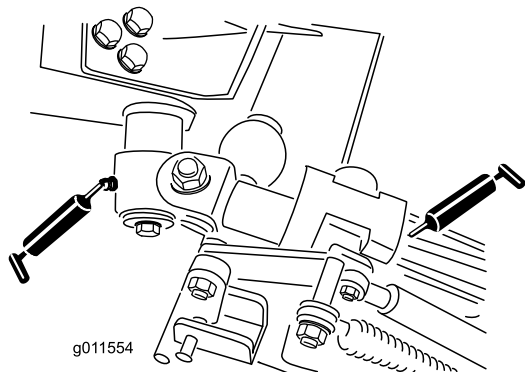

Рисунок 45
- Втулки осей поворота коленчатых рычагов (2 шт.) (Рисунок 45)
- Втулки подъемных рычагов (4 шт.) (Рисунок 45)